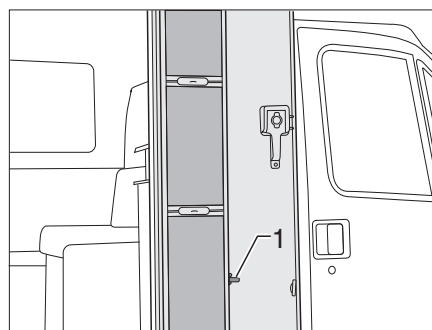
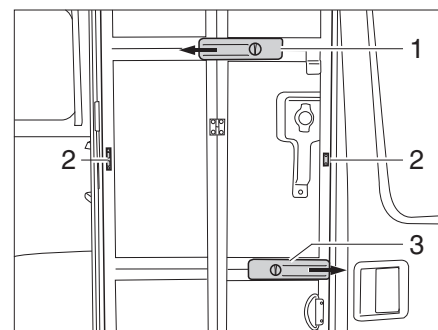

Fig. 39 Puerta mosquitera, plegada
Fig. 40 Puerta mosquitera, desplegada
■ Según el modelo, girar el pestillo (Fig. 39,1 ó Fig. 40,3) un cuarto de vuelta o desplazarlo hacia atrás.
■ Deslizar el riel (Fig. 40,1) en el sentido de la flecha para la estabilización.
■ Cerrar totalmente la puerta mosquitera y deslizar el pestillo (Fig. 40,3) en el sentido de la flecha.
Plegar: ■ Desbloquear la puerta mosquitera. Para esto, desplazar el pestillo (Fig. 40,3) en sentido contrario al de la flecha.
■ Deslizar el riel (Fig. 40,1) en sentido contrario al de la flecha.
- Plegar la puerta mosquitera. El bloqueo (Fig. 40,2) encaja en el interior.
- Presionar la puerta mosquitera contra la puerta de entrada y, según el modelo, girar el pestillo (Fig. 39,1 ó Fig. 40,3) un cuarto de vuelta o introducirlo en el alojamiento en el marco.